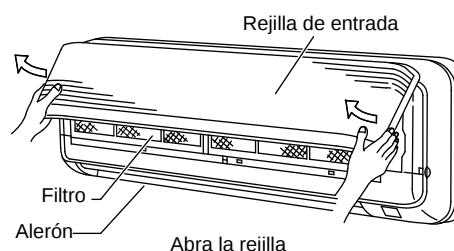

Fig. 3-22
- (1) Levante ambos lados de la rejilla de entrada de aire para abrirla. (Fig. 3-22)
(2) Extraiga el filtro. (Fig. 3-22)